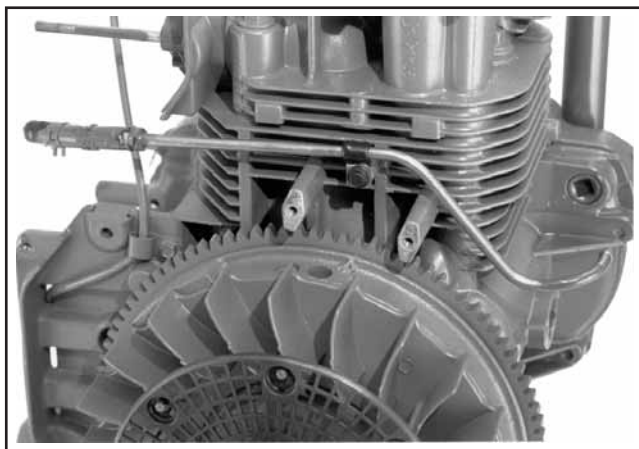

Figura 9-29. Retirar a Linha de Combustível.
1. Retire o parafuso de flange hexagonal, o grampo e a linha de combustível. Consulte a Figura 9-29.